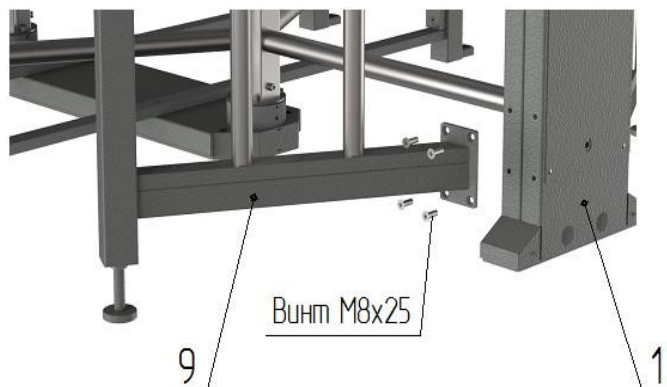

Рис. 4
– к боковым плоскостям стойки крыла прохода 1 и 2 установите ограждения 9 и 10 (предварительно заведите в отверстия стойки крыла прохода провода световых индикаторов 12, кабели заземления) и закрепите винтами М8(рис.4);